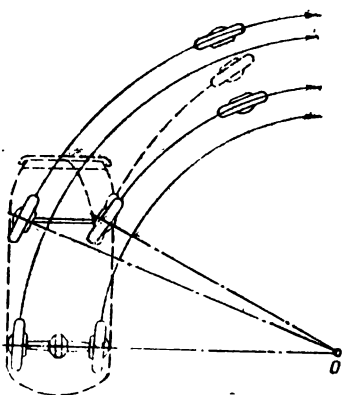

Рис. 45
V. Какая должна быть конструкция рулевого привода (рис. 45), чтобы при повороте автомобиля движение всех колес осуществлялось без бокового скольжения?
VI. Вследствие какой причины получается след переднего колеса, обозначенный штриховой линией на рис. 45?